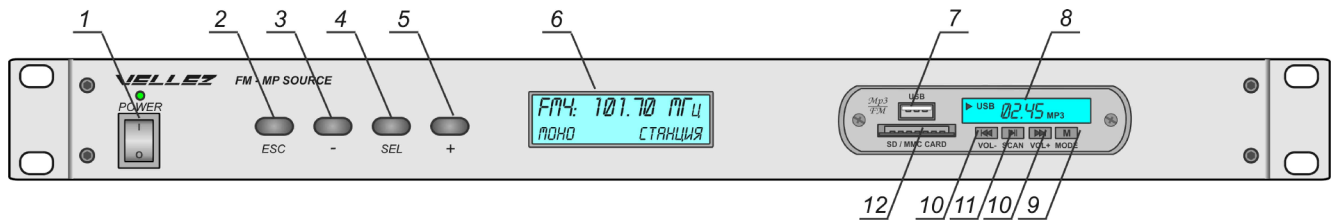

Рисунок 1
6.1 Розміщення органів управління та індикації на передній панелі ДМП наведено на рис. 1.